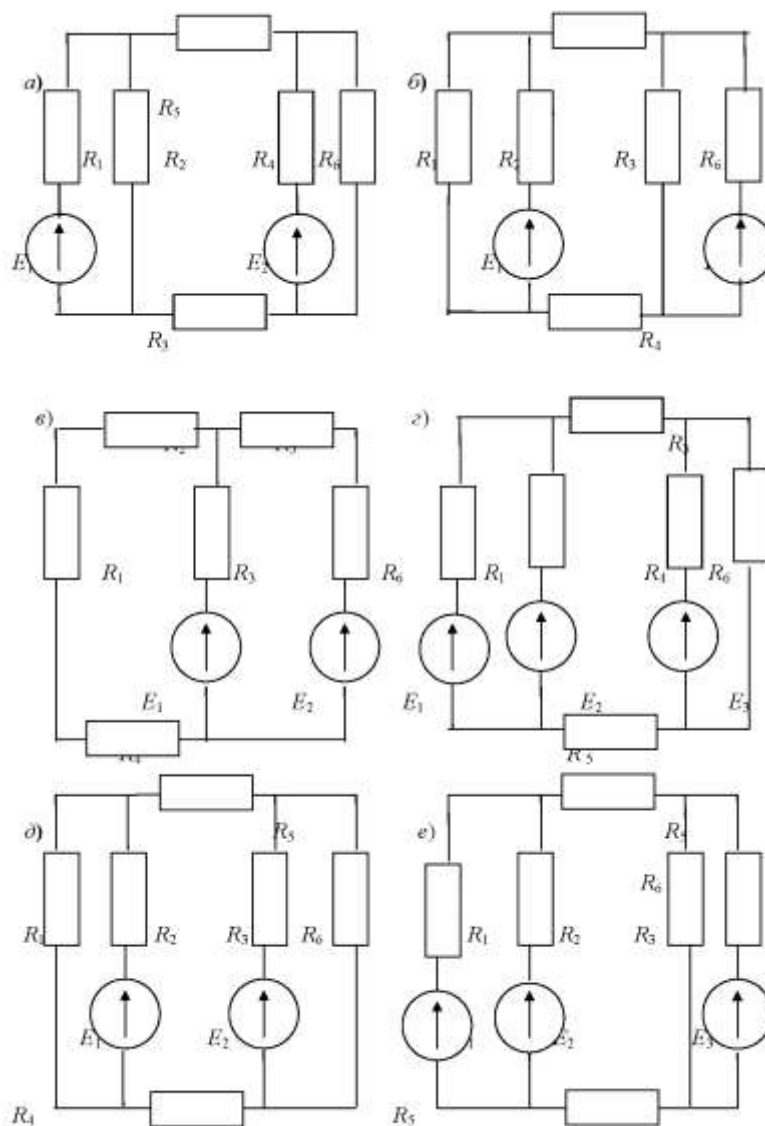

Рис. 3
1. Схема соединения цепи постоянного тока приведена на рис.3. Параметры элементов цепи приведены в табл.2.